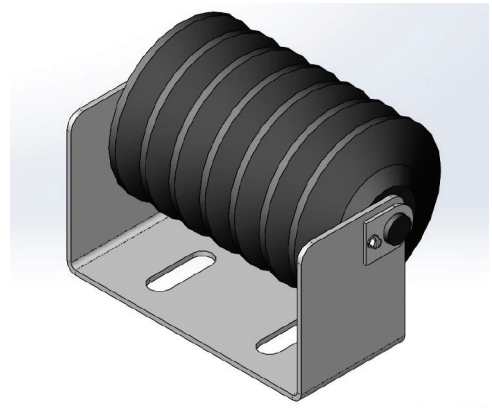

FIGURA 14
3. Los rodillos de elevación del borde delantero del sistema de impacto tienen ranuras en el soporte de montaje. Ajuste éstas de tal forma que el borde superior del rodillo de elevación quede  $\frac{1}{4}$  a  $\frac{1}{2}$  pulgada más arriba que los rieles. Estos rodillos poseen discos de caucho y se comprimen con la carga. El objetivo de estos rodillos es levantar la correa por encima del riel para evitar que el borde delantero y trasero de los rieles se desgasten en forma excesiva. La Figura 14 muestra un rodillo elevador y un soporte.